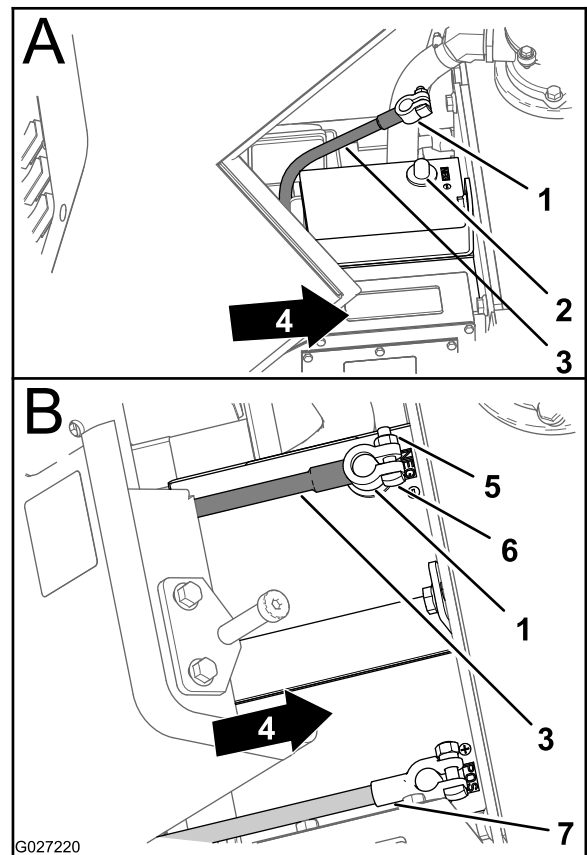

Figure 21
2. Vérifiez le couple de serrage du câble positif (Figure 21).